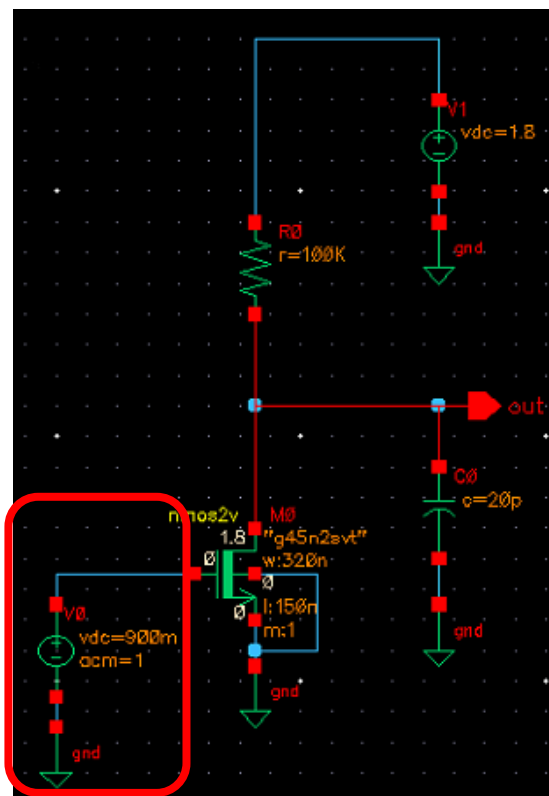

Рисунок 5.6 – Изменение напряжения для источника
12. Задать напряжение для источника, подключенного к затвору (рисунок 5.6)